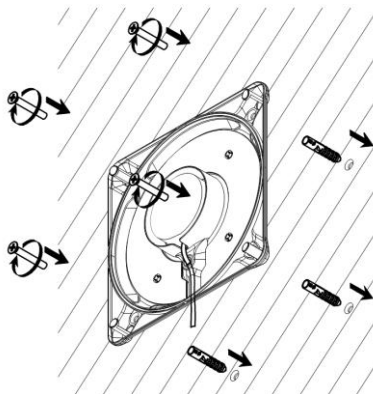

Рисунок 4 – Монтаж светильника на поверхности.
5.7. Установите светильник на заранее подготовленной плоской поверхности при помощи четырех винтов (Рисунок 4). При этом необходимо, чтобы кабель находился в специальном пазе на задней крышке светильника.